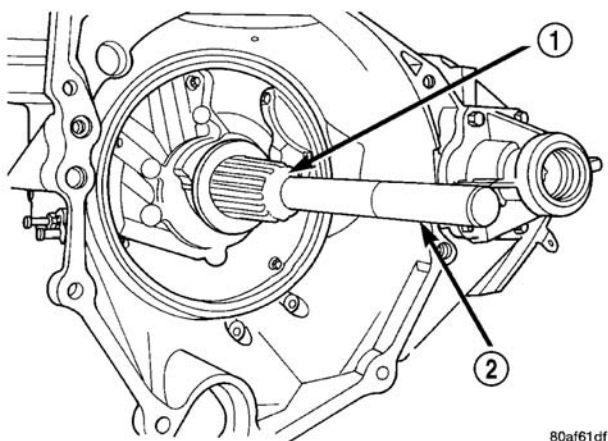

图 299 安装油泵油封
(1) 使用工具 C-4193，安装油泵油封（图 299）。